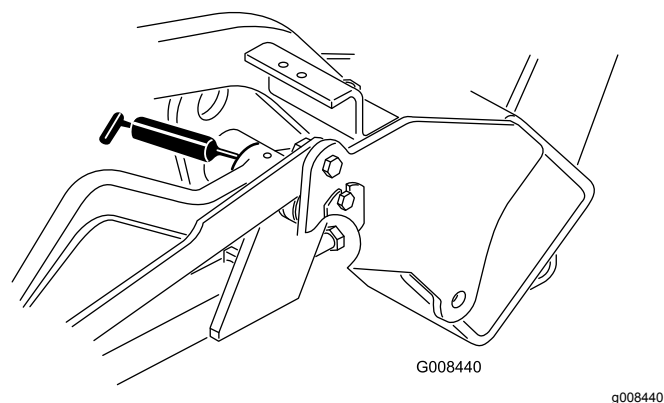

Рисунок 28
- Подъемные рычаги (3) (Рисунок 28)